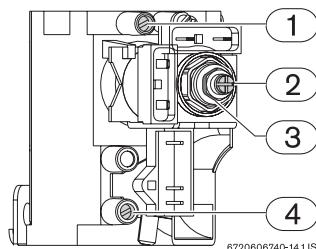

Fig. 3 Puntos de medición de presión
- Utilizando la tuerca de ajuste (Fig. 3, pos. 3) regule la presión hasta alcanzar los valores indicados en la tabla 1.
- Utilizando el tornillo de ajuste (Fig. 3, pos. 2) regule la presión hasta alcanzar los valores indicados en la tabla 1.